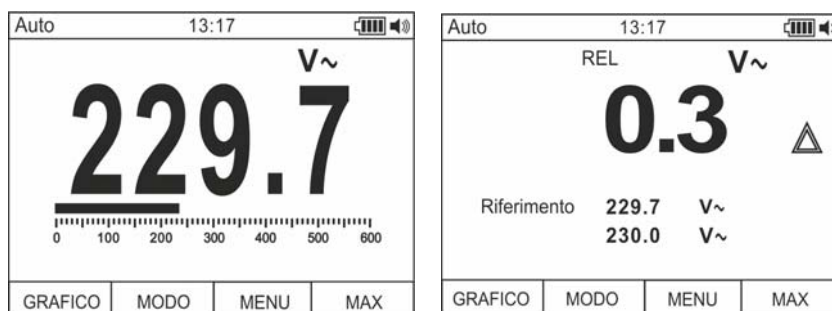

Fig. 5: Misura relativa
1. Premere a lungo il tasto **HOLD/REL** per entrare nella misura relativa (vedere Fig. 5 – parte destra). Il messaggio “REL” e il simbolo “Δ” appaiono a display